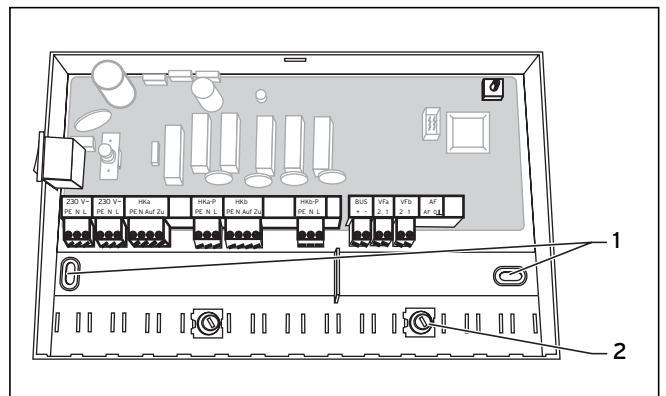

Fig. 4.2 Montaje del módulo de conexiones eléctricas VR 60
- Asegure todos los cables con los sujetacables adjuntos (fig. 4.2 (2)).